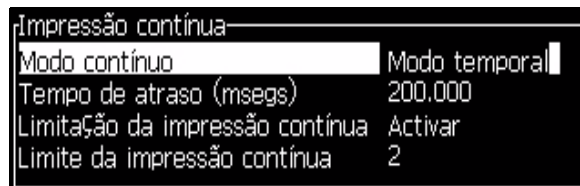

Figura 4-25: Caixa de diálogo *Impressão contínua*
- 1 Selecione *Impressão contínua* no Menu *Imprimir*. A caixa de diálogo *Impressão contínua* aparece (Figura 4-25).